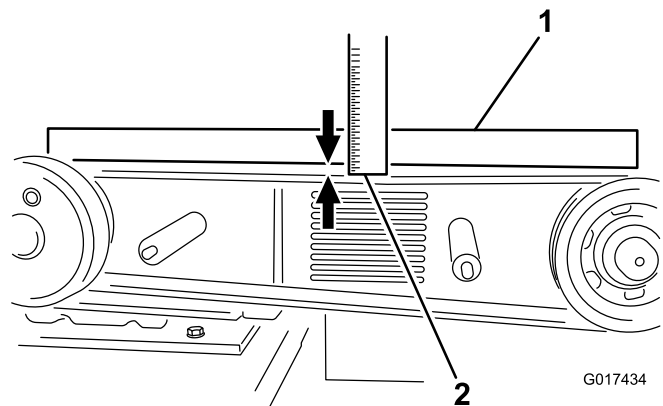

Figura 19
6. Coloque una regla sobre las poleas del embrague y del volante, y apriete el perno tensor de la correa hasta que la correa se desvíe 1 cm (0.40") al aplicar una presión de 6.8 kg (15 libras) en el centro de la correa (al tensar una correa usada) o de 8 kg (18 libras) al instalar una correa nueva (Figura 19).